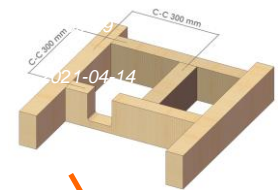

Fig 7
- Golvbjälkarna vid golvbrunnen ska vara monterade c/c 300 mm x 300 mm. Vid installation med horisontalt utloppsrör görs ett urtag i bjälkarna, se Fig 7.